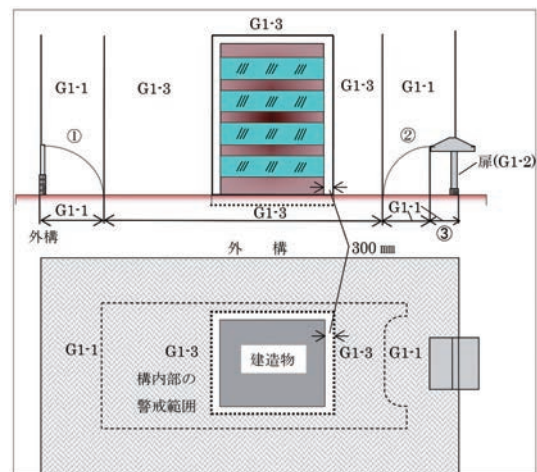

図2 第1警戒線の細分化警戒範囲
(1) G1-1：敷地外周部の警戒範囲
敷地外周部に施設された塀、柵、門などの外構の場合は、外構の内側から外構の高さを半径とした構内側の水平地点まで、及びその直上の空中並びに直下の地中を警戒範囲（図2①）とする。
また、外構の内側に軒などのある建造物の場合は、侵入飛び降り进行を想定し、外構の建造物の内側の軒先から軒上面の高さを半径とした構内側の水平地点まで、及びその直上の空中並びに直下の地中を警戒範囲（図2②）とする。
さらに、外構の建造物の内側の軒先から建造物の内側まで、及びその直上の空中並びに直下の地中も警戒範囲（図2③）とする。
(2) G1-2：敷地出入口部の警戒範囲
SES E 7003 [基本警戒線の設定] の図2に示す外溝の高さを半径とした構内側から、建造物側近より300mmまでの範囲で定めている。